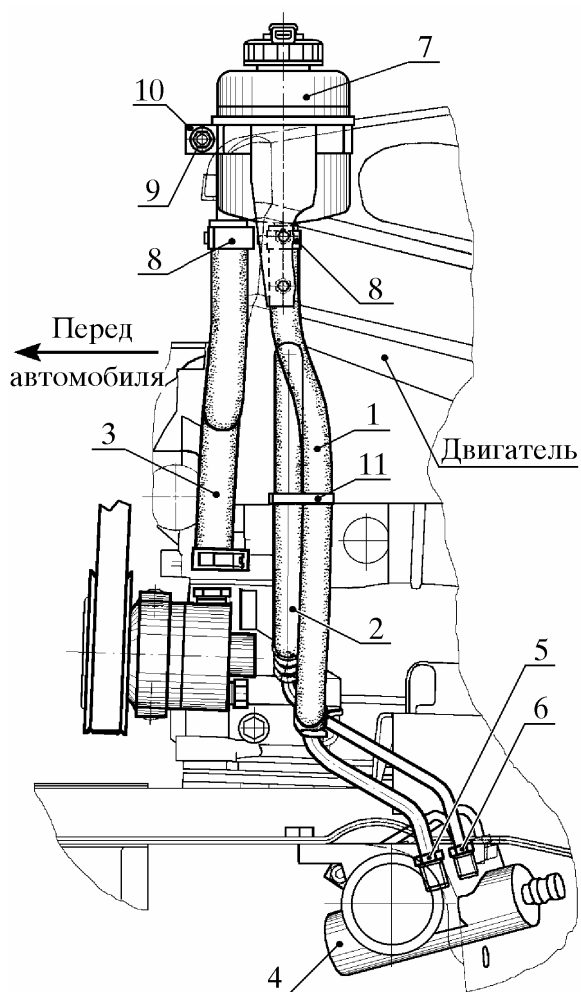

Рис. 3. Отсоединение шлангов от рулевого механизма и масляного бачка, снятие масляного бачка:
4.2.5. Разъединить сливной и нагнетательный шланги 1, 2 (рис. 3), сняв пояс 11 их крепления